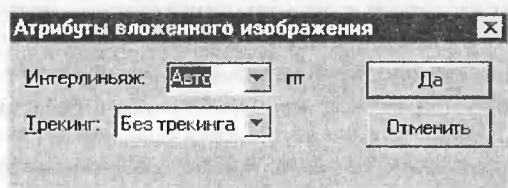

Рис. 2.74. Диалоговое окно *Параметры вложенного изображения*
- выбрать команду *Текст|Шрифт* и задать необходимые параметры в диалоговом окне *Атрибуты вложенного изображения* (см. рис. 2.74).